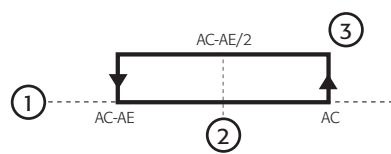

Fig. 4.l
- indique le dépassement de la limite entre Ac et AE (dérivée du calcul:  $Ac-AE/2$ , voir Fig. 4.l);
- indique le dépassement du point de consigne de temp. Ac (voir Fig. 4.l);